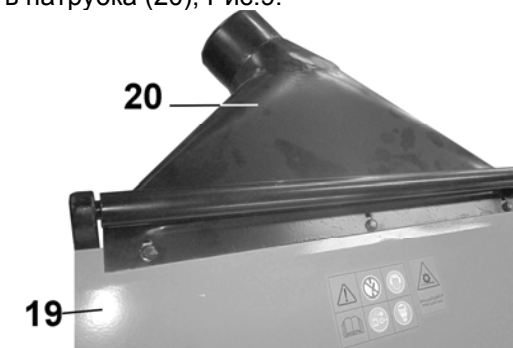

Рис.9
8.2.5. На блоке строгального вала (6) закрепите патрубок пылесборника (20) винтами (26), Рис.9. Сверху верхнего защитного кожуха (19) установите и закрепите верхнюю часть патрубка (20), Рис.9.